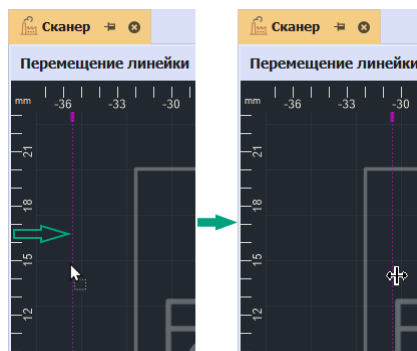

Рис. 166 Размещение направляющих линий
2. Удерживая кнопку мыши переместите курсор в рабочую область и отпустите кнопку после того, как линия будет размещена в выбранном месте, см. Рис. 166.